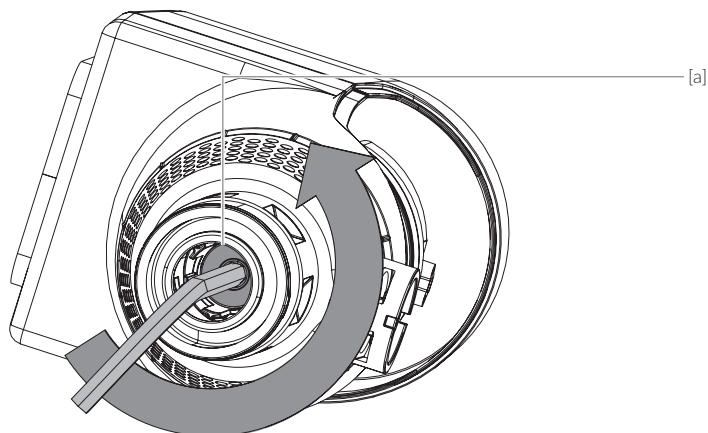

Fig. 9.5
- / Fig. 9.5 : desserrer la douille de réduction [a] par le dessous à l'aide d' une clé Allen dans le sens de la flèche
La station d'eau domestique **CLEAR** PRO RD et le filtre à rinçage à contre-courant **CLEAR** PRO R sont conçus de manière à ce que, après démontage (conformément au chapitre 9.3 Entretien du réducteur de pression, Fig. 9.5 à 9.9), l'élément filtrant puisse être nettoyé ou remplacé.